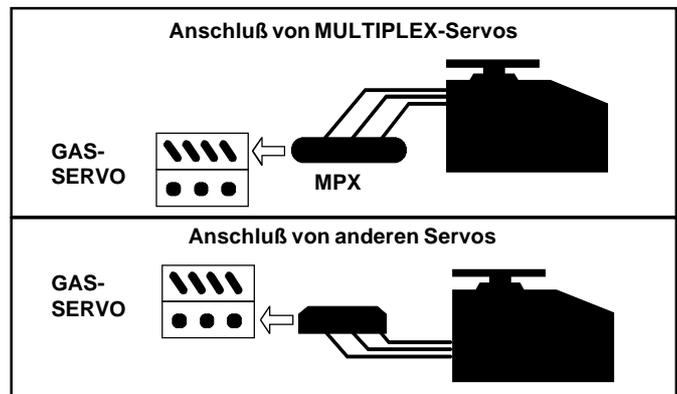

Abbildung 6
- Schließen Sie das Gasservo am Ausgang GAS-SERVO an, wie in Abbildung 6 gezeigt.